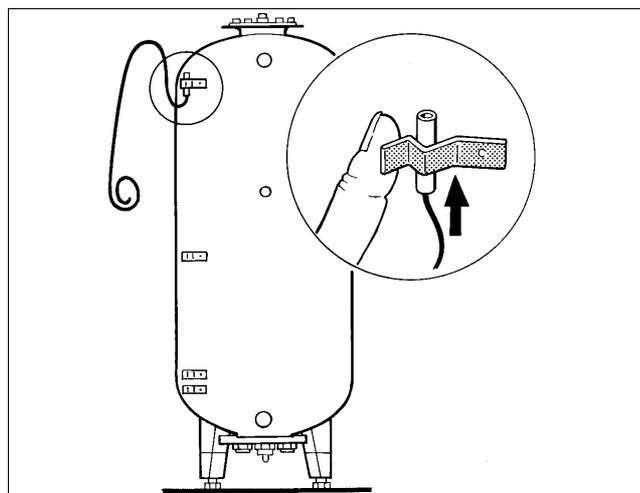

Fig.5 Ilustração do princípio
Os sensores de contacto devem ser distribuídos pela circunferência do reservatório (fig. 5).
- Inserir os sensores no suporte da mola de modo a que toda a superfície de contacto do sensor encoste no exterior do revestimento do reservatório de forma perfeita (fig. 5).